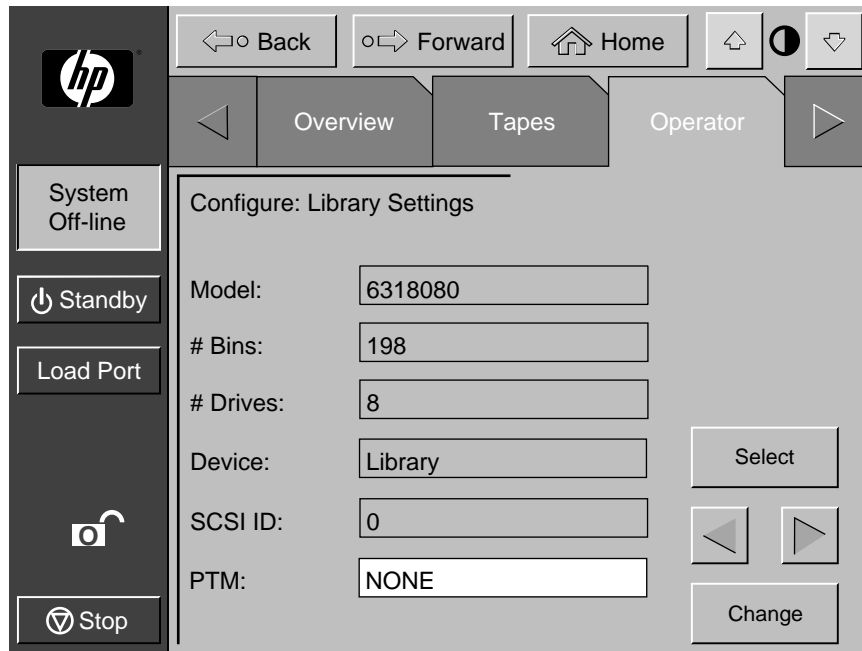

図4-4: [Configure: Library Settings]画面（図はESL9198の画面を示しています）
2. [Configure]ボタンを押します。コントロールパネルに[Configure: Library Settings]画面が表示されます（図4-4を参照）。ライブラリがオフラインになっていることを確認してください。
PTMを設定するには、PTMオプションを[None]、[Right]、[Left]、または[Both]のいずれかに設定します (図4-4を参照)。PTMを設定すると、ライブラリのピンの数は自動的に調整されます。